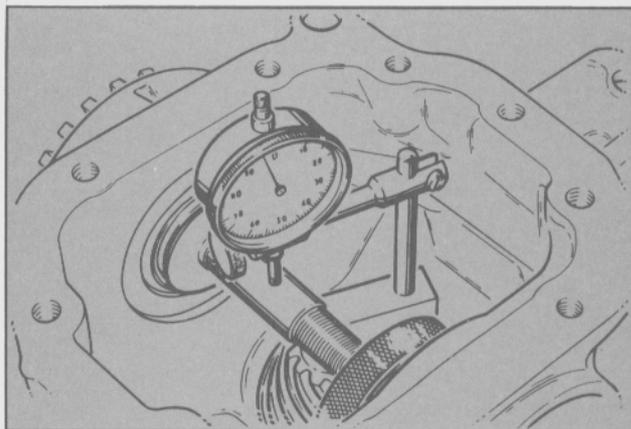

Fig. 41 - Indicación del reloj comparador.
- Si la aguja del reloj comparador se desplaza hacia la izquierda del "0" (cero), indica que la arandela colocada debajo del piñón es de espesor inferior al correcto (Fig. 41).